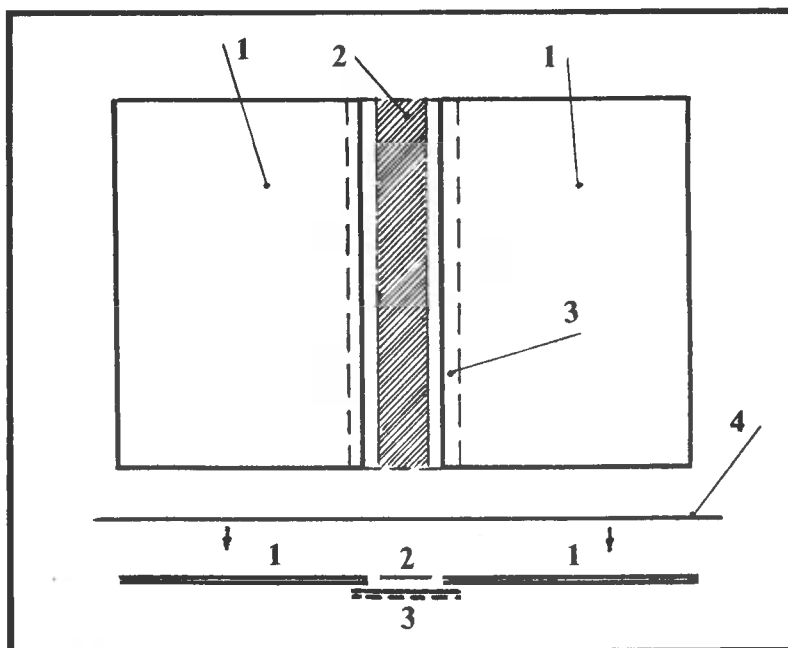

Рис. 5.
- после высыхания отступа наклеиваем сторонки и даем высохнуть под грузом (рис. 5).